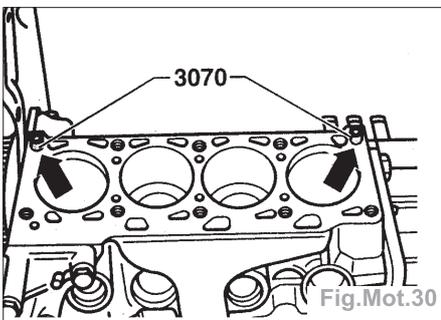

Fig.Mot.30
- Pour le centrage, visser les pivots de guidage de 3070 dans les alésages extérieurs coté admission (Fig.Mot.30).